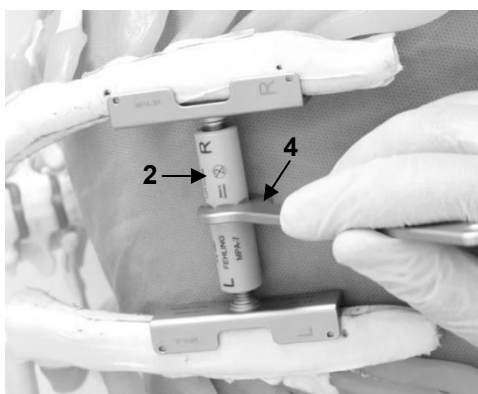

Fig. 9
Ajuste la anchura de apertura del esternón a las necesidades quirúrgicas. Mediante la rotación de la tuerca de PEEK (1) con la llave de horquilla (2) (véase el apartado 8 *Accesorios necesarios*) se varía la distancia entre las hojas esternales (fig. 9).